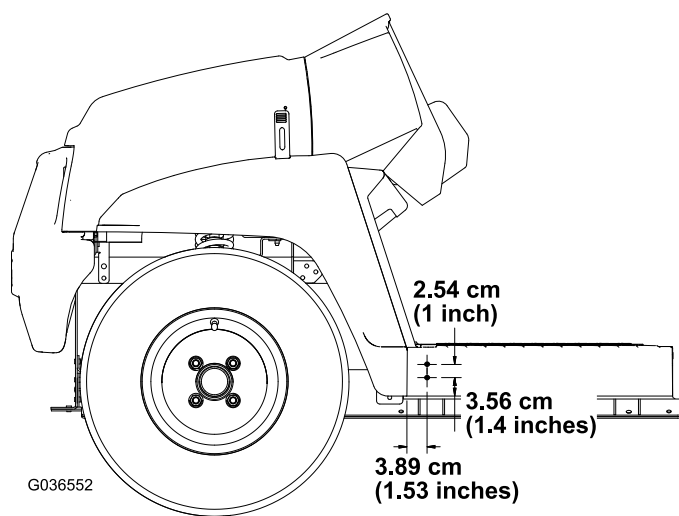

图3
2. 使用图3中所示的尺寸, 在机器左右侧的底板外侧钻 2 个孔 (5/16 英寸)。